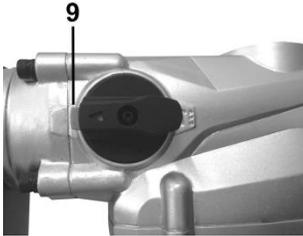
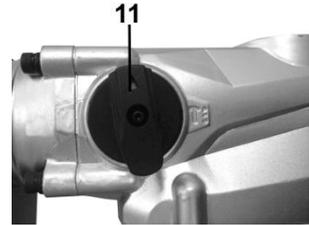

Рисунок 2-1
Рисунок 2-3
- Ударний режим (режим довбання) - перемикач (4) в положенні  (положення (9), рисунок 2-1).
- Виріб також має функцію зміни і фіксації положення площини зубила (штрабника) (положення (11), рисунок 2-3) при подальшому перемикачці в положення «Ударний режим» (положення (9), рисунок 2-1).
- Встановити перемикач **(4)** в положення **(11)**, рисунок 2-3 (в цьому положенні перемикач не фіксується).
- Встановити перемикач **(4)** в положення **(9)**, рисунок 2-1 (ударний режим). У цьому положенні відбувається фіксація кута нахилу встановленої насадки.